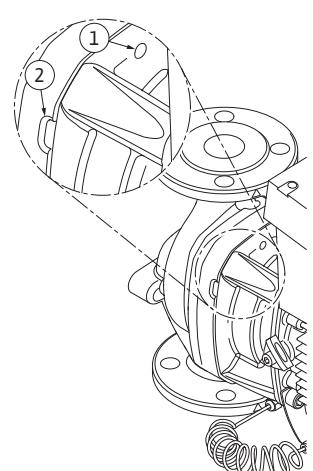

Fig. 53: Gevindboringer og kærve til at fjerne indstikssættet fra pumpehuset
13. Fjern indstikssættet (se Fig. 13) fra pumpehuset. I den forbindelse anbefales det at anvende to gevindboringer (Fig. 53, pos. 1), særligt for at løsne det. Skru egnede skruer i gevindboringerne for at løsne. Er indstikssættet letgående kan der for at fjerne det desuden anvendes kærve (Fig. 53, pos. 2) mellem pumpehuset og lanternen (indsæt f.eks. to skruetrækere, og brug dem som løfstang). Efter ca. 15 mm føres indstikssættet ikke længere i pumpehuset.